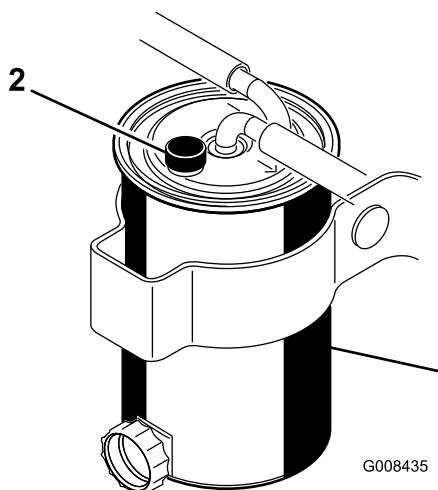

Figura 35
2. Abra a válvula de respiro, na parte superior do recipiente até que o fluido escorra (Figura 35).